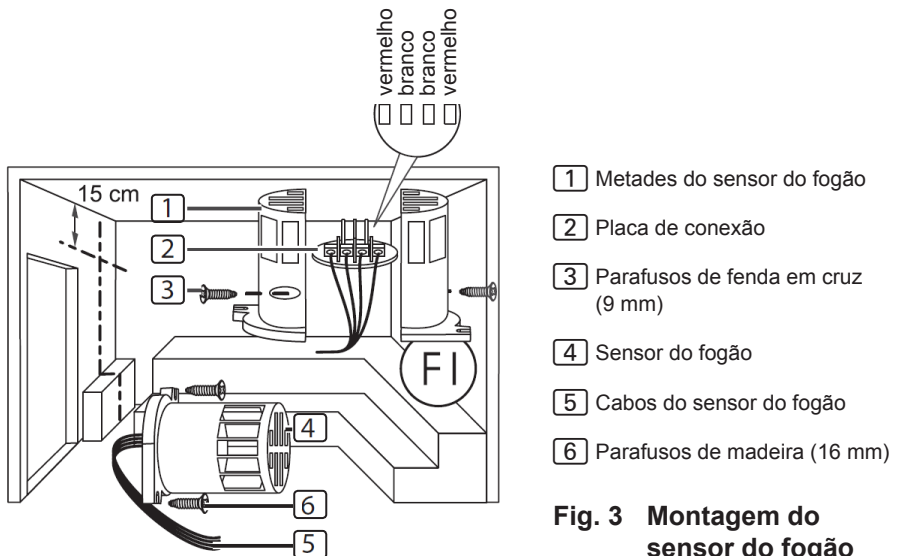

Fig. 3 Montagem do sensor do fogão
Siga os seguintes passos para montar o sensor do fogão (ver **Fig. 3**):
3. Conecte as quatro ligações do cabo do sensor do fogão **5** de acordo com a **Fig. 3**.
4. Posicione a placa de conexão **2** transversalmente (tal como ilustrado na **Fig. 3**) nas metades do sensor do fogão.